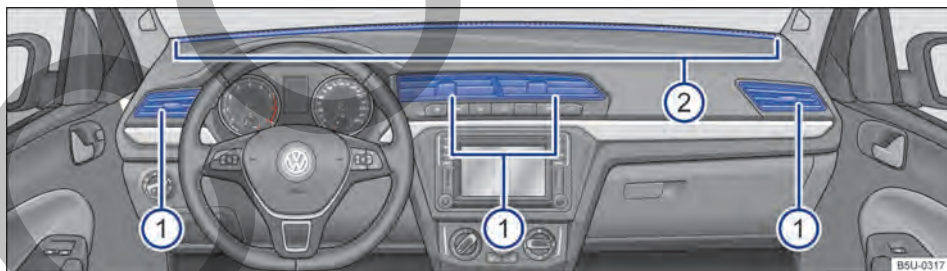

Fig. 83 En el panel de instrumentos: difusores de aire.
Para conseguir una calefacción, una refrigeración y una entrada de aire suficientes en el interior del vehículo, los difusores de aire nunca se deberán cerrar completamente → **fig. 83** ①.
- Para abrir los difusores de aire ①, presionar en la parte superior del difusor de aire.
Hay otros difusores de aire, no regulables, en el panel de instrumentos → fig. 83 ② y en las áreas para los pies.